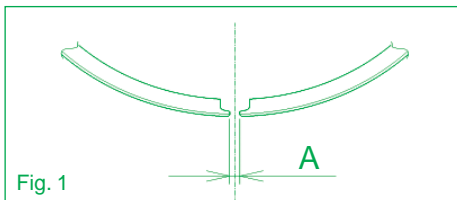

Fig. 1
- c) Con l'ausilio di uno spessimetro misurare la distanza fra le estremità del segmento (luce); luce minima: $A = 0,15$ mm vedi fig. 1.